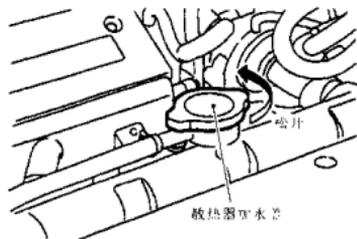

图 1-3 松开散热器加水塞
(1) 设置空调系统, 以免冷却液滞留在系统中。
①接通点火开关, 把温度控制杆拨到最热的位置。
②等待 10 s, 然后关闭点火开关。
(2) 打开散热器底部的放水塞, 然后拧开散热器盖, 如图 1-3 所示。
(3) 拆下储液罐, 倒出冷却液, 然后清洗储液罐。注意不要将冷却液溅到驱动皮带上。
(4) 盖住排气管隔热罩, 以免冷却液溅出。